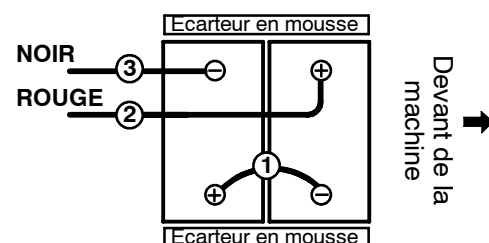

FIG. 2
3. Placez avec précaution les batteries dans le chariot du compartiment de batteries et disposez les cosse des batteries comme illustré (Figure 2). Insérez les deux écarteurs en mousse près de les batteries, comme illustré.